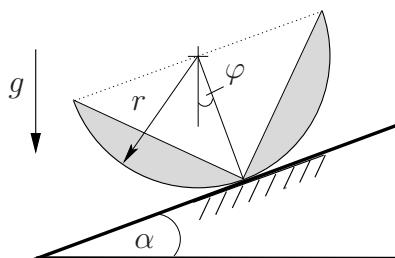

Abb. 10.6
Ein Körper der Dichte ρ mit der Form einer Halbkugel (Radius r) mit kegelförmiger Aussparung ruht auf einer rauhen schiefen Ebene mit dem Neigungswinkel α (Abb. 10.6).
2. Bestimmen Sie die Gleichgewichtslage des Körpers (Winkel φ in Abb. 10.6).